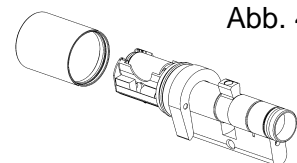

Abb. 4
6. Drücken Sie den Innenknauf vorsichtig hin und her, so dass der Dichtungskonus sich löst, und drehen Sie den Innenknauf komplett ab (Abb. 4).